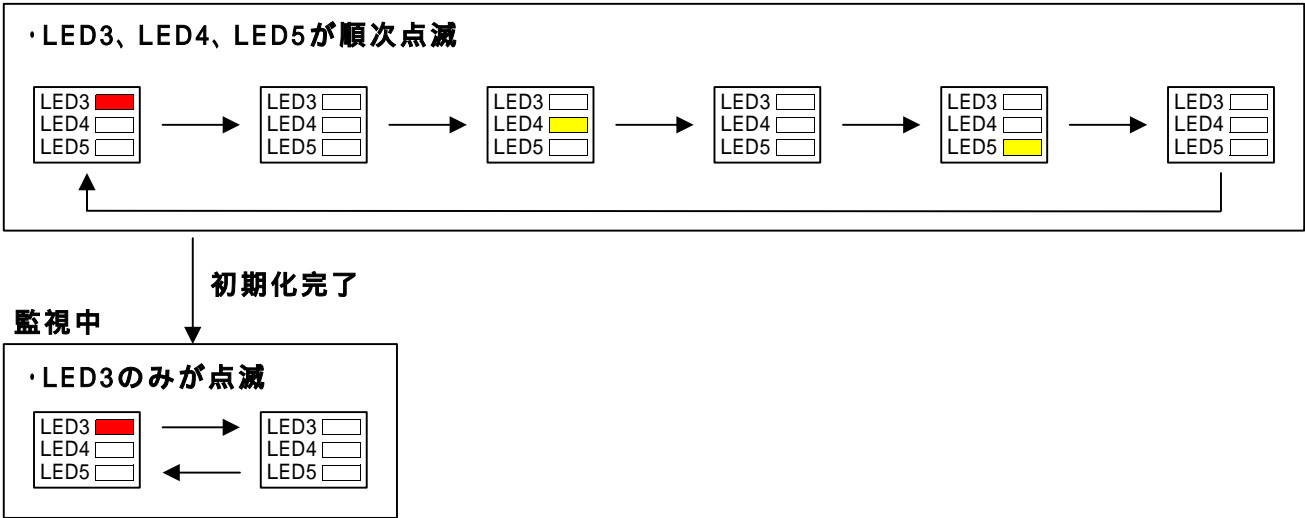

図4.3-2 状態LEDの遷移(初期化～監視中)
- 図4.3-2に示すようにLED3～LED5が点灯し最終的にLED3が点滅すれば準備完了です。